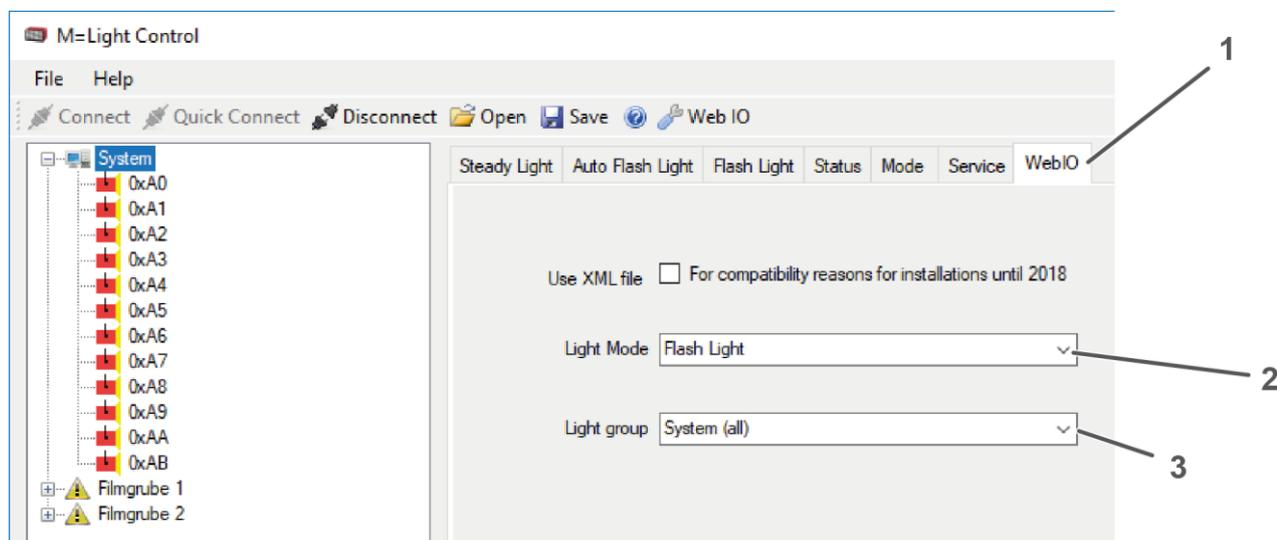

Figure 37: Web IO M=LIGHT
- Open the WebIO tab (Figure 37, Page 42, Pos. 1).